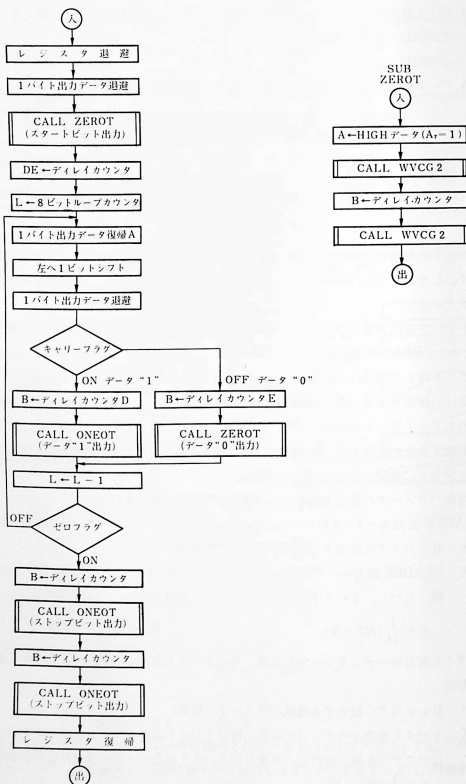

図10.23
(4) フローチャート 図10.23にフローチャートを示します。